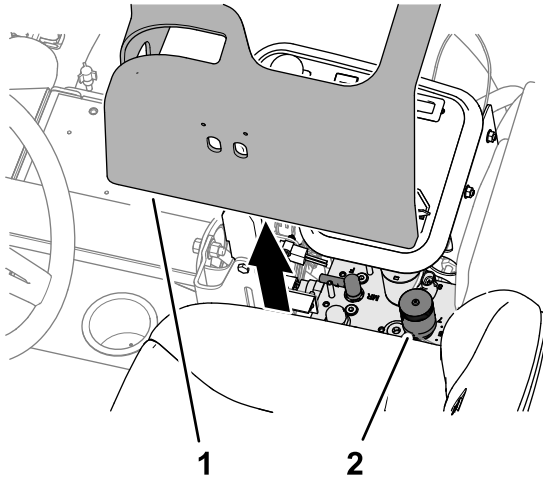

Figura 49
2. Ridicai capacul de pe braul de control (Figura 49).